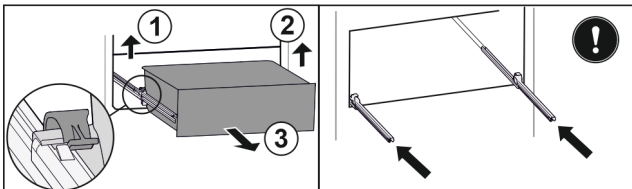

Fig. 142
- ▶ Linke Klemme anheben und gleichzeitig Schubfach links nach vorne ziehen. Fig. 142 (1)
- ▶ Rechte Klemme anheben und gleichzeitig Schubfach rechts nach vorne ziehen. Fig. 142 (2)
- ▶ Schubfach nach vorne entnehmen. Fig. 142 (3)